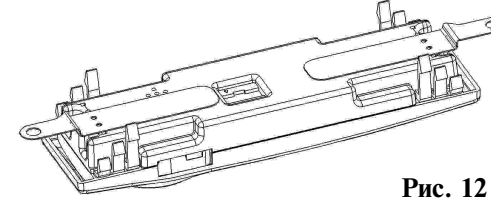

Рис. 12
8. Устанавливаются кронштейны, как показано на рисунке 12. Накладываем согнутый кронштейн длинной стороной на заднюю панель бортового компьютера, часть с большим круглым отверстием приподнята. При этом фигурный вырез кронштейна должен быть обращен в сторону динамика. Рис. 11 и рис. 12.
Таким же образом прикручиваем второй кронштейн с другой стороны. Рис. 12.